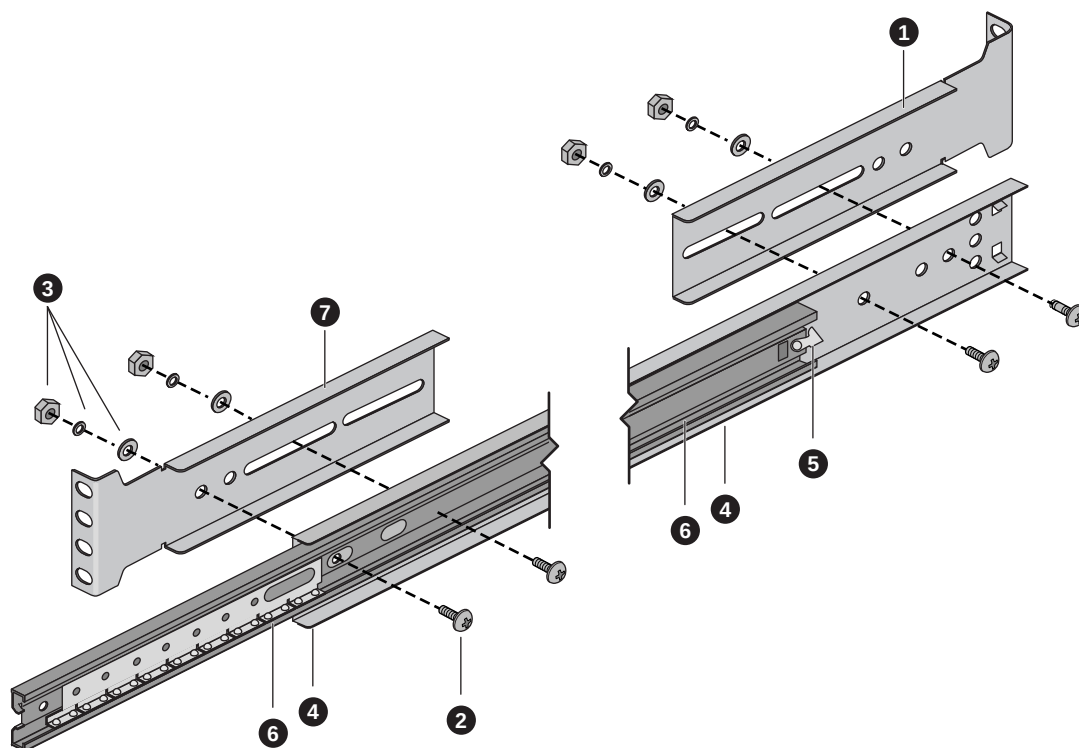

Figure B-3 Ensemble de barre centrale / grande barre extérieure
Observez-la Figure B-3 et les étapes qui suivent pour fixer la barre centrale et la barre extérieure aux bras à angle droit qui se vissent sur les rails verticaux du châssis.
3. Faites glisser l'ensemble vers l'avant du châssis pour faire affleurer l'extrémité de la barre extérieure sur l'extrémité de la section en U du bras avant (voir Figure B-3).
L'assemblage de la barre est présenté en Figure B-3 avec ses pièces spécifiques :